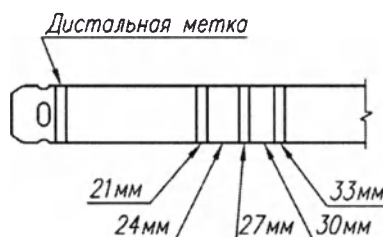

Рис. 2 Расположение контрастных меток на системе доступа
9. Под рентгенографическим контролем осторожно продвинуть проводниковый катетер системы доступа по пигтейл-катетеру в устье УЛП. Расположить контрастную метку в дистальной части проводникового катетера, соответствующую выбранному размеру окклюдера (Рис. 2) на уровне устья УЛП или немного дистальнее. Осторожно извлечь пигтейл-катетер из проводникового катетера системы доступа.